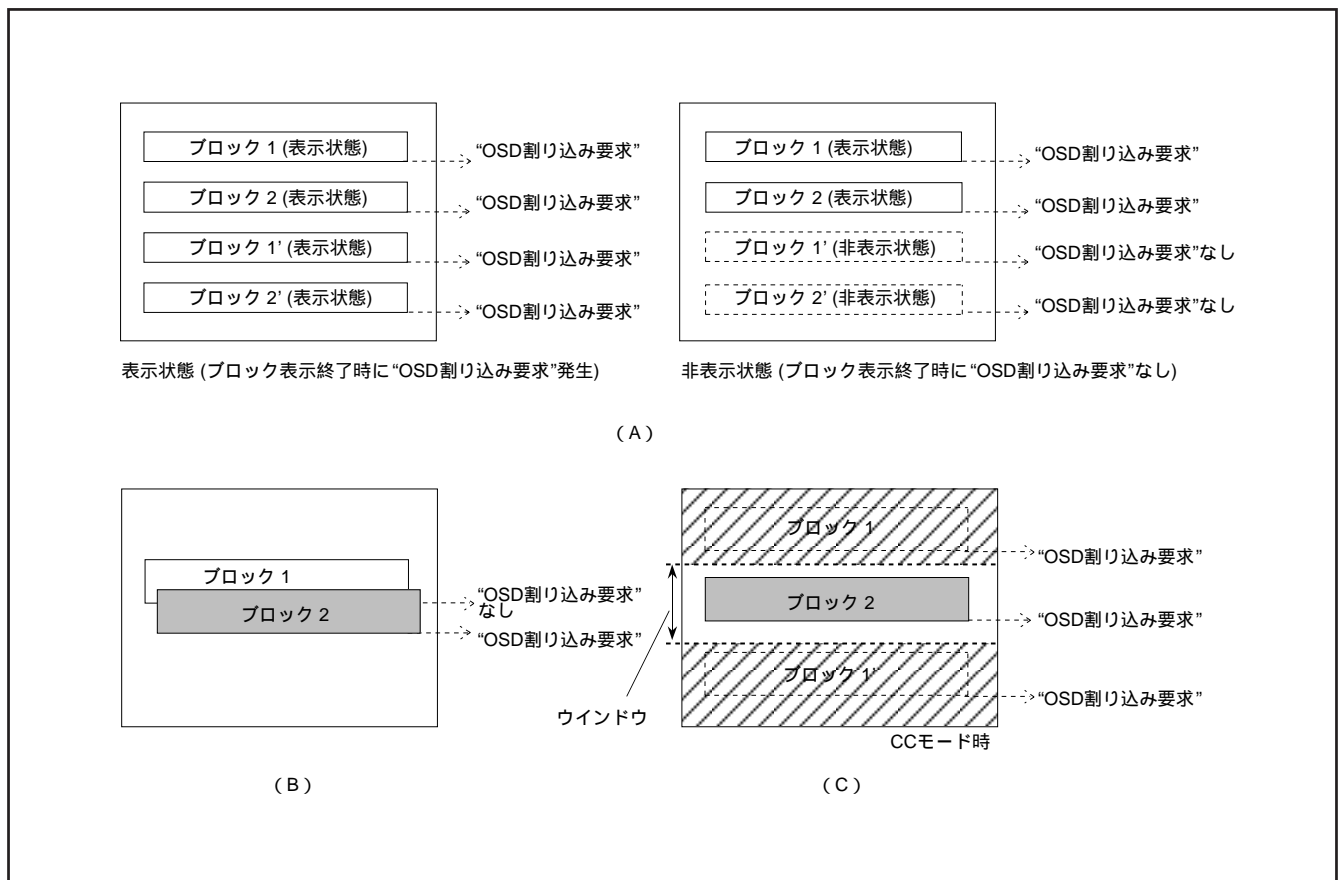

図8.11.23 OSD 割り込み発生時の注意点
- 注1. ブロック表示終了時に発生する“OSD 割り込み要求”は、ブロックを表示していない場合は発生しません。つまり、ブロックコントロールレジスタi (00D216, 00D316番地)の表示制御ビットの設定によってブロックの表示がオフ(非表示)状態であれば、“OSD 割り込み要求”は発生しません(図8.11.23のA参照)
- 2. 1つのブロック表示中に他のブロックの表示開始位置がきた場合は、割り込み要求は途中から表示したブロックの表示終了時に1回だけ発生します(図8.11.23のB参照)
- 3. ウィンドウを設定した画面で、ウィンドウ外にあるCCモードブロック(表示OFF)が表示終了した時点でも“OSD 割り込み要求”は発生します(図8.11.23のC参照)